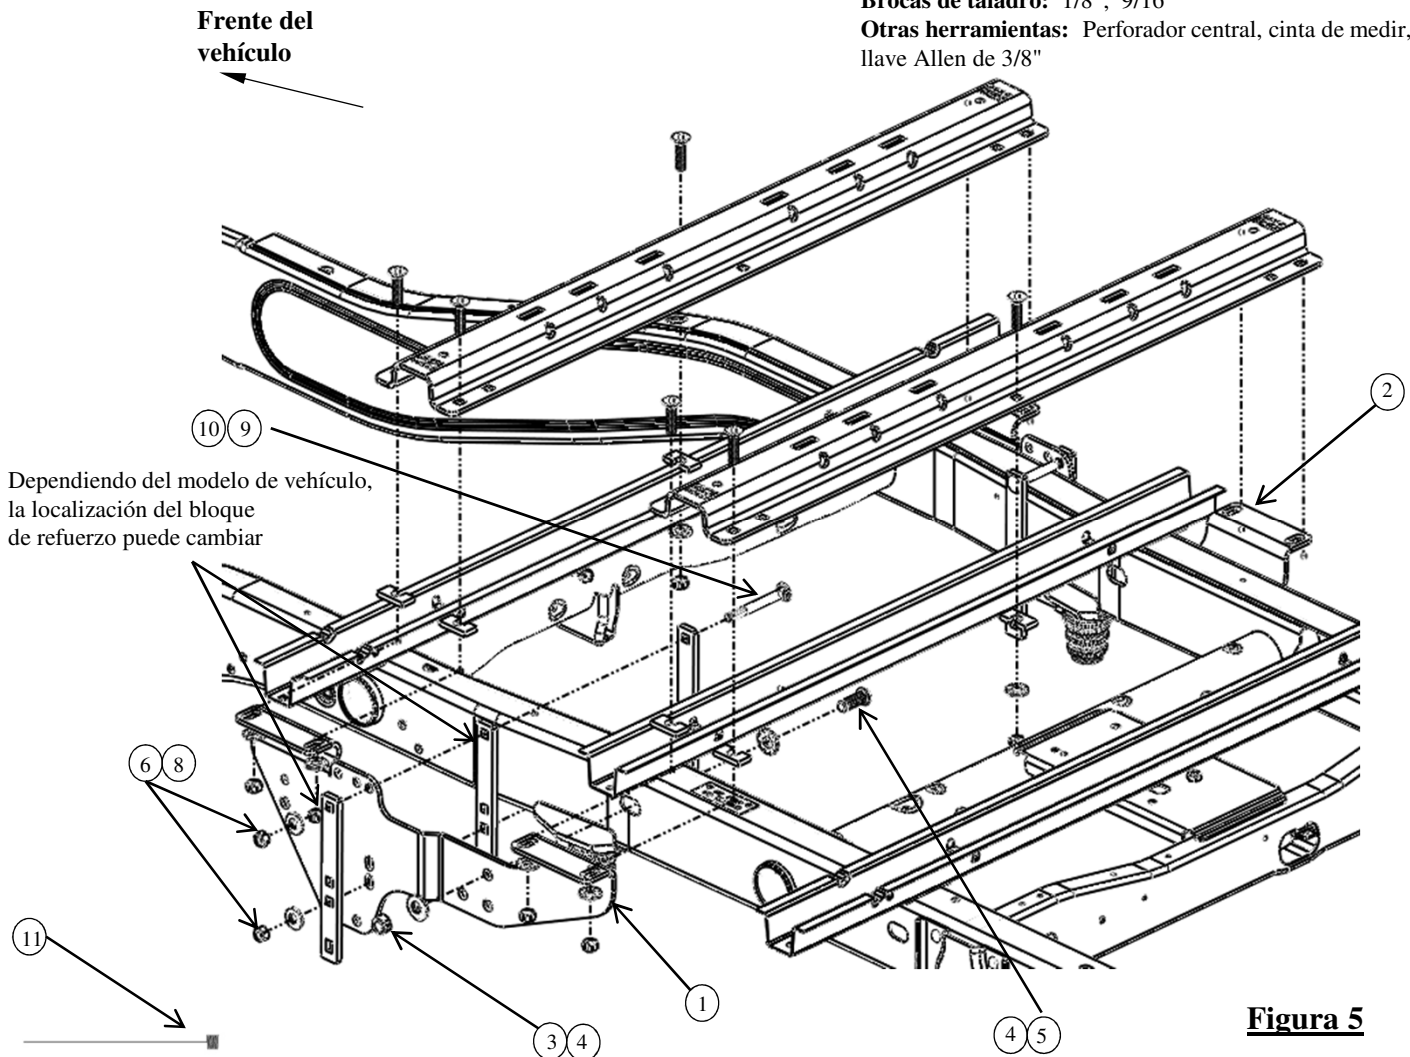

Figura 5
Cuando instale según la Figura 5 y 6, durante la perforación proteja el tanque de combustible y los tubos de relleno, líneas de frenos y arnés de cables colocando un pedazo de metal entre el piso de la caja y los componentes que estén potencialmente en riesgo del lado del conductor. Esto impedirá que perforo en estos elementos.
6. Sujete los soportes del bastidor a los largueros del bastidor del vehículo como se muestra en la figura 5. Utilizando el cable de halar (11) rosque el tornillo de cabeza de botón (6) y la arandela cónica (4) a través de la ranura trasera, en el interior del bastidor del vehículo. Coloque el soporte de montaje (1), la arandela cónica (4) y la tuerca de 5/8" (3) y apriete a mano.
7. Al pasar los pernos de carruaje de 1/2" (9) a través de las ranuras superior y media en el bloque de refuerzo (10) se creará una correa de amordazamiento que irá dentro del larguero del bastidor y conectará con el soporte de montaje. Hay dos juegos de orificios diferentes en el soporte de montaje que permiten la mejor superficie de amordazamiento con el bastidor del vehículo. Cambiar el orificio del soporte de montaje permitirá que la correa de amordazamiento se ajuste a diferentes alturas del bastidores del vehículo. Una vez que se pase el perno de la correa a través del mejor orificio de montaje rosque el bloque de refuerzo (10), la arandela cónica de 1/2" (8) y la tuerca de 1/2" (7) en los pernos y apriete a mano.